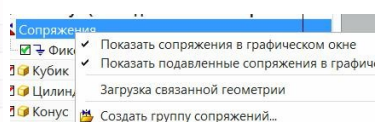

рис.39
- Если вам покажутся ненужными все условные обозначения *сопряжений сборки*, то в навигаторе сборки поставьте курсор на строку *Сопряжения*, и вызовите контекстное меню. Это контекстное меню показано на рис.39. Вам нужно только снять птичку со строки «*Показать сопряжения в графическом окне*».